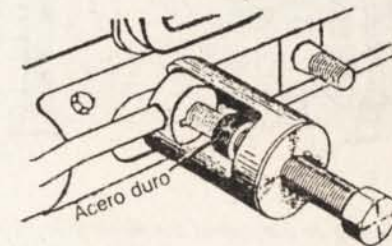

Fig. 6-5.— Extractor de rótulas
a) Si hay juego en una o más rótulas, reapretar su tuerca. Si el juego continúa, desarmar y cambiar el resorte o los asientos rotos o desgastados. Las barras se quitan de los conos de las rótulas, forzándolas con un extractor adecuado (Fig. 6-5). Después de cambiar rótulas, se montan tuercas nuevas "nylostop", que se apretan con torsión de 3 a 4 kg.